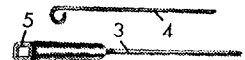
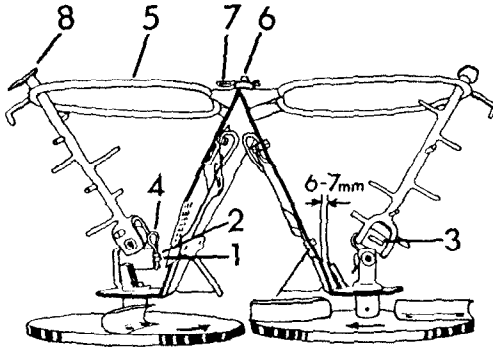
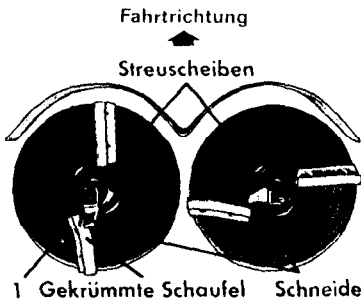

Abb. 2
Abb. 4
Abb. 9
Auch beim Ausstreuen von feuchten Düngern sind am ZA-S und ZL-S keine Verstellungen erforderlich. Sollte infolge des Düngerzustandes ausnahmsweise **in der Mitte des Streubildes zuwenig Dünger** fallen, wird die **gekrümmte Wurfschaufel** auf beiden Streuscheiben durch Umstecken der inneren Befestigungsschraube nach vorn verstellt (s. Abb. 9/1). Diese Befestigungsschrauben der Wurfschaufeln werden auf der unteren Seite der Streuscheiben mit dem viereckigen Loch in der Anschlaggabel (Abb. 2/5) gelöst.
### 1. Ringrührwerk (s. Abb. 4)
- Beim Einbau der Rührköpfe ist darauf zu achten, daß der Rührfinger über der gekrümmten Streuscheufel steht und die aufgeschweißte Schneide in Drehrichtung vorausseilt (s. Abb. 9). Das Schneidmesser muß außerdem an der Düngeraustrittöffnung einen Abstand von 6-7 mm haben (siehe Abb. 4), und der Rührkopf darf nicht auf dem Trichterboden schleifen. Bei Berühren Trichterboden etwas nach unten drücken!
- Gekennzeichnete Streuscheiben entsprechend auf das neue Getriebe setzen (s. Abb. 9).
Bei feuchten pulverförmigen Streustoffen die gekrümmte Schaufel auf jeder Streuscheibe einstellen (siehe Abb. 9/1).
16. **Regelmäßig** den **Abstand** (6-7 mm, s. Abb. 4) zwischen **Trichterwand** und **Rührfinger überprüfen!** Rührfingerspitze eventuell nachbiegen. Zu stark verschlissene Rührköpfe austauschen.